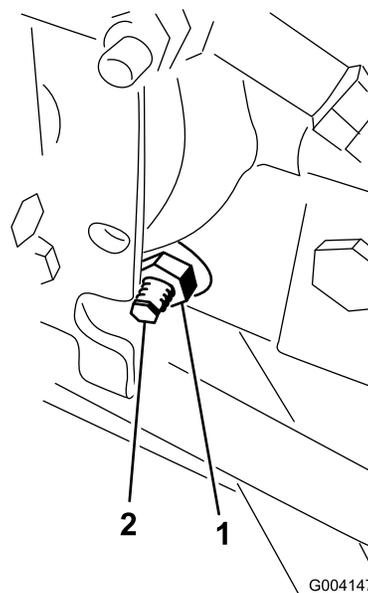

Рисунок 60
3. С правой стороны гидростата ослабьте контргайку кулачка регулировки тяги (Рисунок 60).